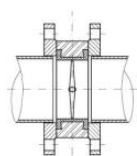

рис. 1
1. Для монтажа межфланцевых дисковых затворов GROSS в системах из стальных труб следует использовать стальные приварные встык (воротниковые) фланцы по ГОСТ 12821-80 соответствующего условного диаметра для всех типоразмеров затворов. **ПРИ МОНТАЖЕ ЗАТВОРОВ УСТАНАВЛИВАТЬ ПРОКЛАДКИ МЕЖДУ ЗАТВОРОМ И ФЛАНЦЕМ НЕ ДОПУСКАЕТСЯ.** Использовать стальные плоские приварные фланцы по ГОСТ 12820-80 для монтажа затворов недопустимо. (рис. 1)